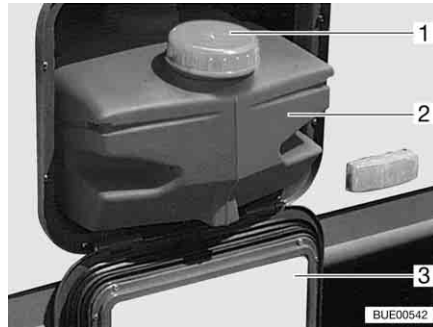

Fig. 180 Serbatoio dell'acqua 22 l
In caso di trasporto chiudere il serbatoio dell'acqua con un coperchio (Fig. 180,1).
- Aprire lo sportello di servizio (Fig. 180,3) (vedi capitolo 6).
- Estrarre il serbatoio dell'acqua (Fig. 180,2).
- Estrarre il serbatoio dell'acqua (Fig. 180,2) e svuotarlo.